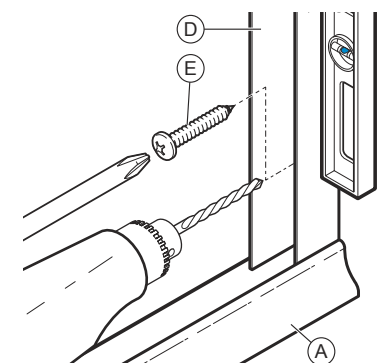

Fig. 2
STEP 2 - WALL JAMBS (D)
- Place a wall jamb (D) on the aluminum sill (Fig. 2).
- Put back the jamb into place and fasten it with a #8 x 1/4" (3.2 cm) (E) screw.
ÉTAPE 2 - INSTALLATION DES MONTANTS MURAUX (D)
- Positionnez le montant mural de niveau sur le seuil d'aluminium (A).
- Retirez le montant et percez le trou à l'aide d'une mèche de 1/8" (3 mm) de diamètre. Percez lentement pour éviter tout dommage. Fig. 2.
- Remettez le montant mural en place et fixez-le avec une vis #8 x 1 1/4" (32 mm) (E).
- Coloque una jamba (D) sobre el dintel de aluminio (Fig. 2).
- Vuelva a colocar la jamba en su lugar y ajústela con un tornillo #8 x 1 1/4" (3.2cm) (E).